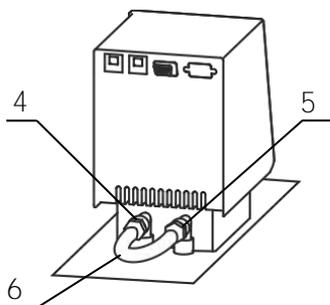

Рисунок 3 — Установка перемычки
2.2.4 Соединить входной 4 и выходной 5 штуцеры насоса блока регулирования при помощи шланга-перемычки б (рисунок 3) и хомутов из комплекта поставки блока регулирования.